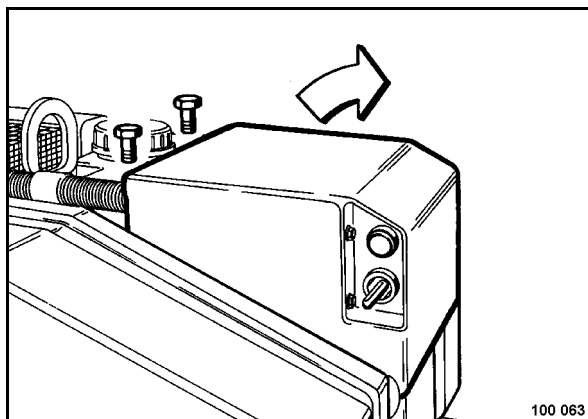

Рис. 80
- Открыть крышку аккумуляторной батареи (Рис. 80).